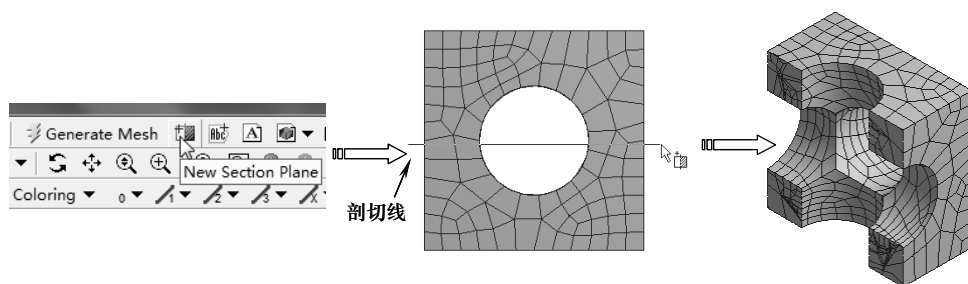

图 3-108 创建剖面
1) 单击工具栏上的【New Section Plane】按钮，在窗口左下角出现【Section Planes】窗口，在图形中单击两点绘制一条线作为剖切线，将显示创建的剖面，如图 3-108 所示。